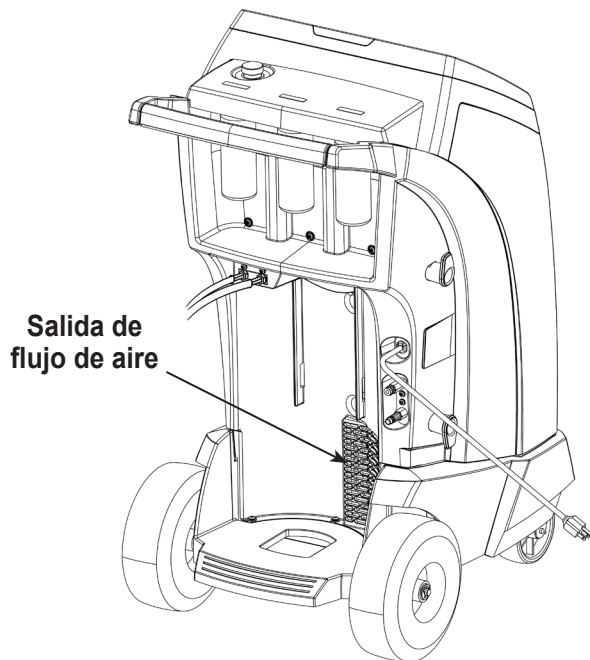

Figura 8
Limpieza del panel de salida de flujo de aire (consulte la Figura 8)	Mensualmente. Utilice un paño limpio.
6. Instale el nuevo filtro girándolo a la derecha hasta su posición. Verifique que el filtro esté ubicado correctamente como se muestra en la Figura 8. Apriete el filtro a 20 Nm.